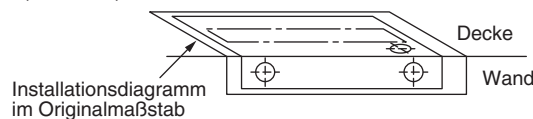

Abb. 3-5
- (1) Das Originalmaßstab-Diagramm (mitgeliefert) an der Stelle der Decke anlegen, an der die Inneneinheit montiert werden soll. Mit einem Bleistift die Bohrlöcher markieren (Abb. 3-5).